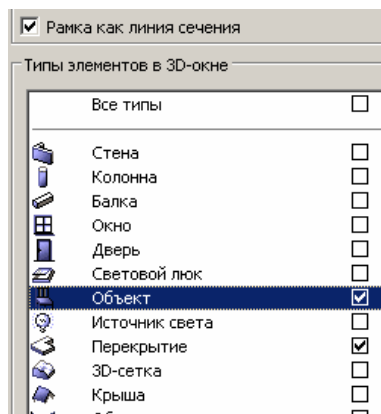

Рис. 104
21. Снова выберите команду **Вид > Элементы в 3D > Отфильтровать элементы в 3D**. В открывшемся диалоговом окне поставьте галочку в поле **Объект** (рис. 104).